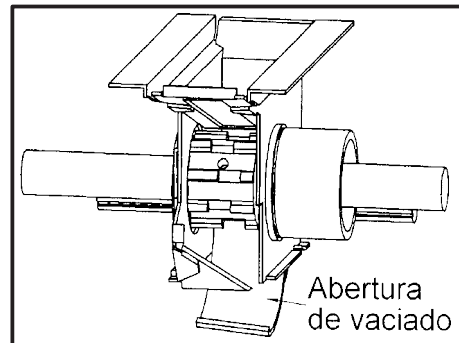

fig. 9
- Svuotare i semi della tramoggia nel cassetto, aprendo totalmente la porta di scarico (fig. 9).